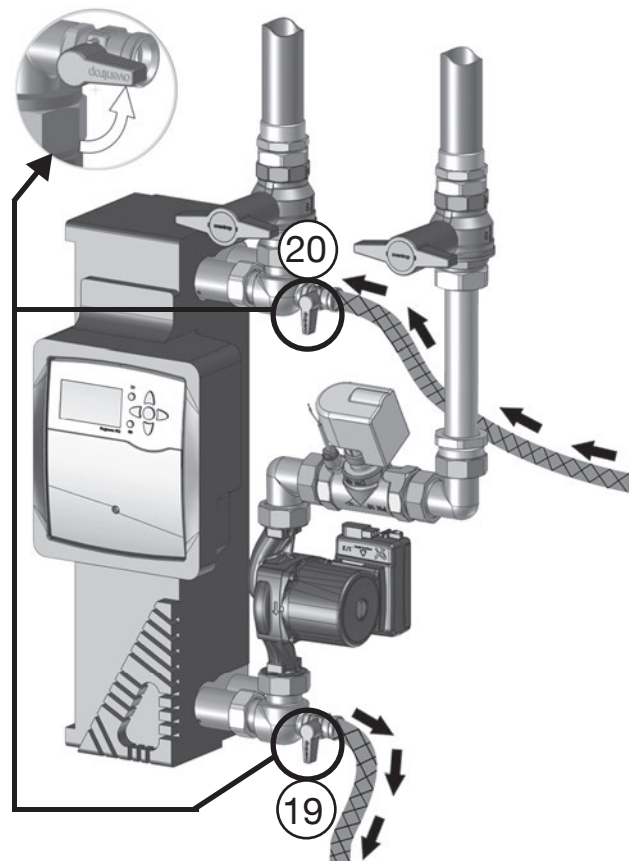

Abb. 5.14: Reinigungsspülung des Speicherkreises einleiten
5. Beide Kugelhähne langsam öffnen, um die Spülung einzuleiten (Abb. 5.14). Diese sollte eine Dauer von **fünf Minuten** nicht unterschreiten.